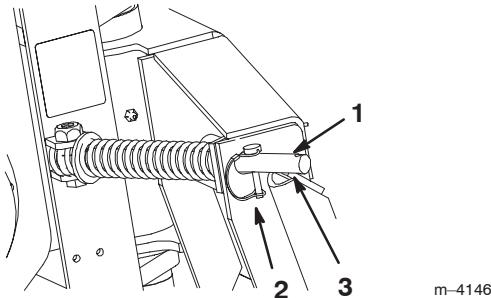

Figure 4
1. Déplacer les goupilles dans les trous extérieurs des tiges à ressort pour que la charrue puisse bouger d'un côté à l'autre (Fig. 4).
- Déplacer les goupilles d'essieu dans les trous intérieurs des tiges à ressort pour que la charrue ne puisse pas bouger d'un côté à l'autre (Fig. 4).